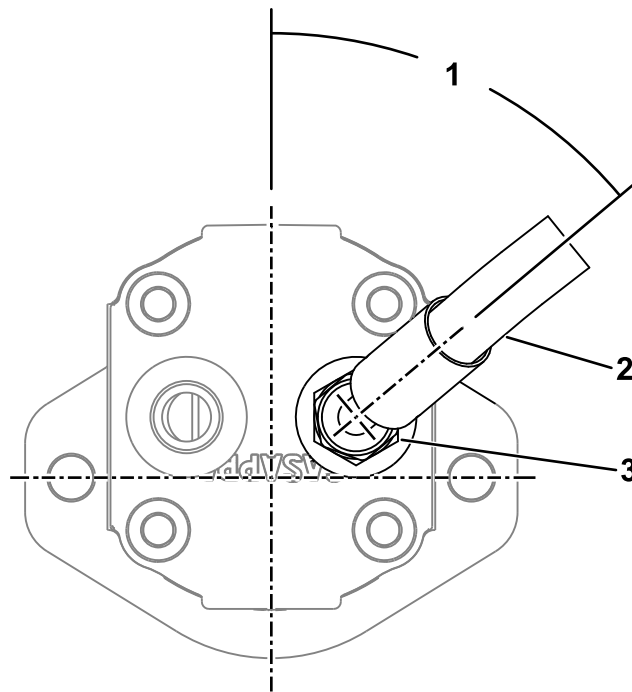
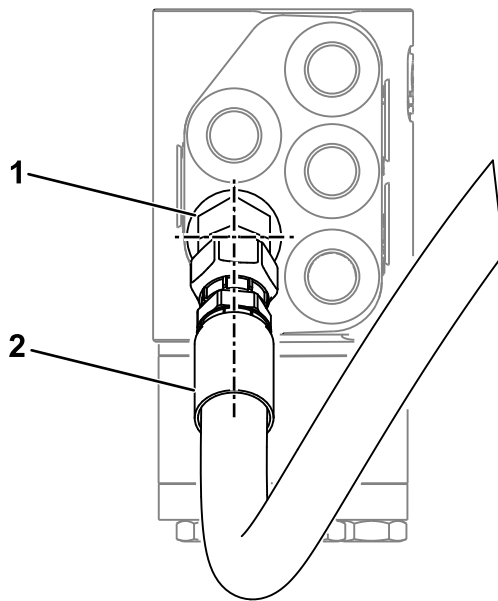

Figure 2
Figure 3
2. Branchez le raccord hydraulique à 45° sur le nouveau raccord droit et orientez-le à 50°, comme montré à la Figure 2.
4. Branchez le raccord droit du flexible hydraulique sur le nouveau raccord à 45°, comme montré à la Figure 3.
6. Veillez à aligner le flexible et les raccords comme montré à la Figure 2 et la Figure 3, et à ne pas vriller le flexible en suivant les conduites hydrauliques existantes.